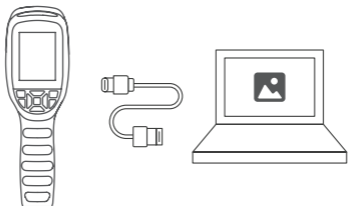

Figura 4.1
2. Collega il TC004 SE al tuo computer con il cavo USB in dotazione (vedi Figura 4.1).